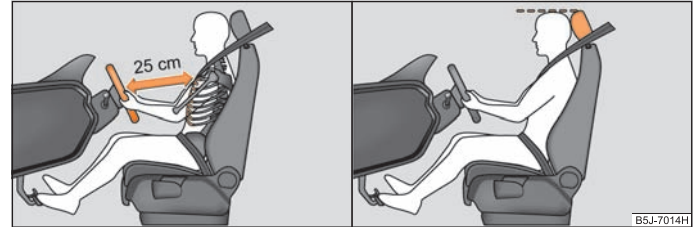

Abb. 109 Der richtige Abstand des Fahrers vom Lenkrad / Die richtige Kopfstützeinstellung des Fahrers
- Stellen Sie das Lenkrad so ein, dass der Abstand zwischen Lenkrad und Brustbein mindestens 25 cm beträgt ⇒ **Abb. 109** - links.
- Stellen Sie die Kopfstütze so ein, dass die Oberkante der Kopfstütze sich möglichst auf einer Höhe mit dem oberen Teil Ihres Kopfes befindet ⇒ **Abb. 109** - rechts.
- Der Fahrer muss einen Abstand zum Lenkrad von mindestens 25 cm einhalten ⇒ Seite 112, Abb. 109. Wenn Sie den Mindestabstand nicht einhalten, kann Sie das Airbag-System nicht schützen - Lebensgefahr!
- Stellen Sie die Kopfstütze so ein, dass die Oberkante der Kopfstütze sich möglichst auf einer Höhe mit dem oberen Teil Ihres Kopfes befindet ⇒ Seite 112, Abb. 109 - rechts.
- Stellen Sie die Kopfstützen so ein, dass die Oberkante der Kopfstützen sich möglichst auf einer Höhe mit dem oberen Teil Ihres Kopfes befindet ⇒ Seite 112, Abb. 109 - rechts.